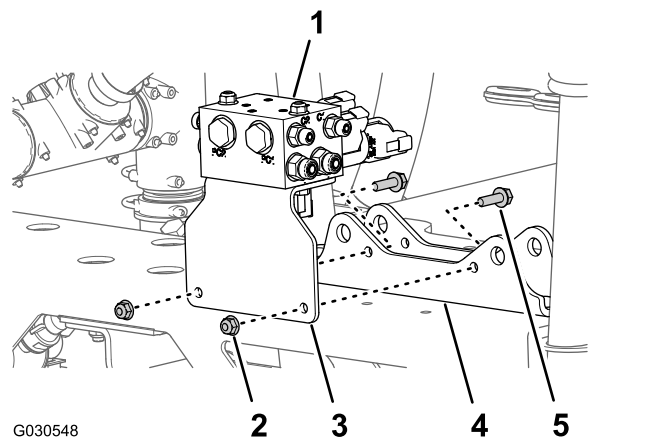

図 76
3. ブーム昇降マニホールド用サポートブラケットをシリンダマウントに固定しているフランジロックナット5/16"2個とフランジヘッドボルト5/16 x 1"2本を外して、機体からマニホールドとブラケットを取り外す 図 76。